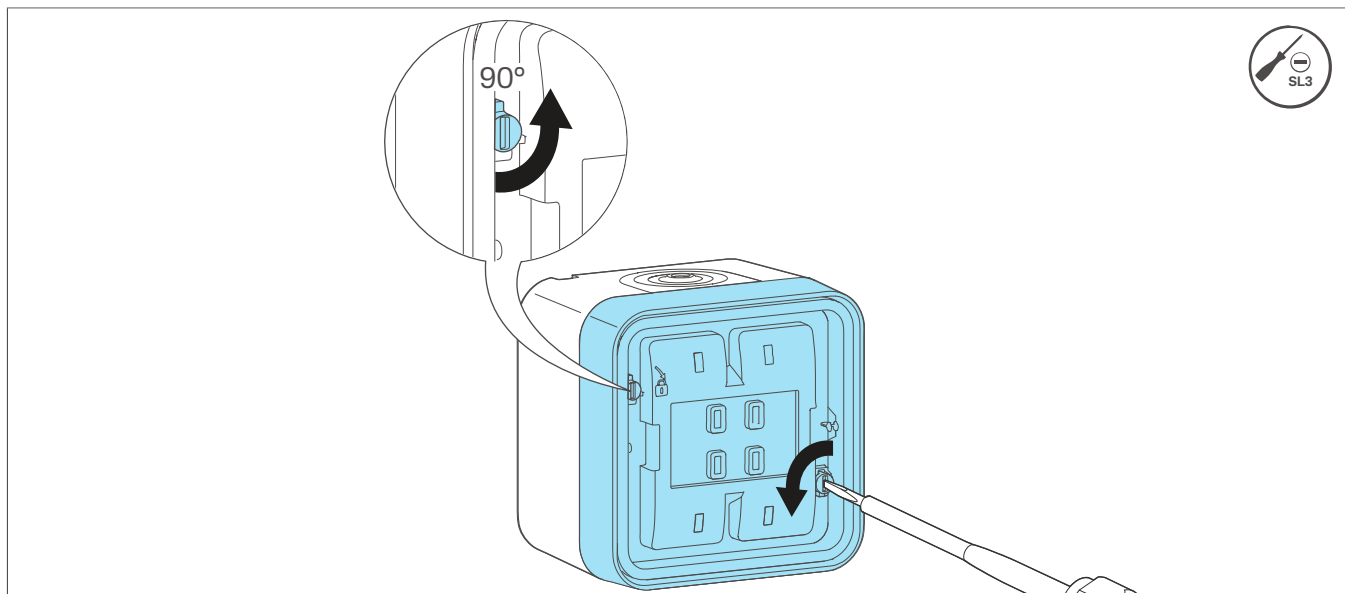

Fig. 3 : Déverrouiller les vis à dégagement rapide
- 2 Déverrouiller les vis à dégagement rapide (8) d'un  $\frac{1}{4}$  tour vers la gauche à l'aide d'un tournevis (Fig. 3).